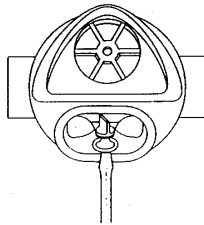

Рис. 6
- Поместите корпус дыхательного автомата в положение, показанное на рис. 6 и установите на место стопорное кольцо (20), используя отвертку.
- Установите на место клапан выдоха (12). Для установки вставьте стержень клапана в отверстие корпуса дыхательного автомата и аккуратно вытяните, используя пинцет. Убедитесь в правильной и полной посадке стержня. При установке нового клапана выдоха (12) отрежьте излишек стержня кусачками.
- Установите на место дефлектор (11). Убедитесь в его полной и правильной посадке.